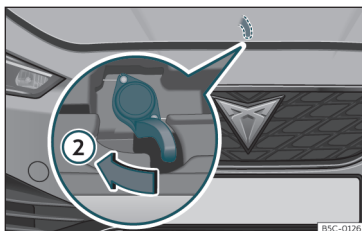

Fig. 213 Leva sotto il cofano del vano motore.
- Per aprire il cofano, premere verso sinistra con il palmo della mano la leva fino al fondo della leva situata al di sotto il cofano stesso, in centro »» **fig. 213** ②. I ganci del cofano si sbloccano.